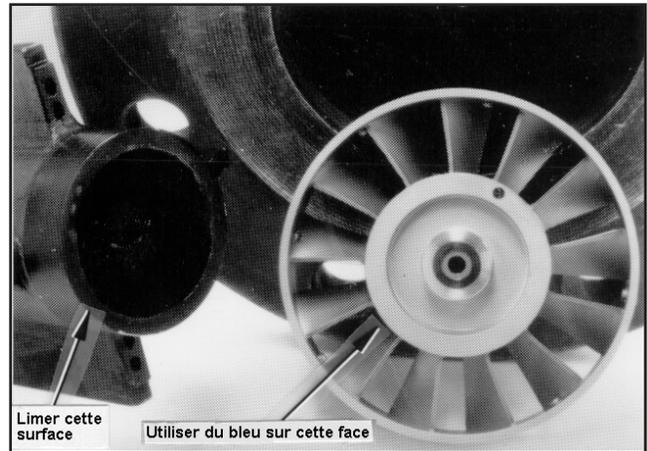

Figure 15
3. Appliquer un composant bleu ou un composant similaire sur le côté aval du moyeu du rotor correspondant l'O.D. du stator, figure 15. **Le rotor est marqué « IN » sur le côté amont du rotor.**
8. Démonter le stator aval et inspecter les marques bleues sur le moyeu. Si des marques sont détectées, ceci indique que le rotor frotte le stator, ce qui va affecter la linéarité du débitmètre. Ceci peut provenir du fait que le roulement du rotor ne fait pas saillie uniformément à 0,005 po du moyeu du rotor, ou il peut y avoir des bavures ou des piqûres saillantes sur le rotor. Vérifier d'abord le roulement du rotor et l'aligner comme décrit à la page 5, étape IIb. Si cela ne corrige pas le problème, éliminer les points élevés et les creux sur le stator, figure 15, en limant légèrement. Répéter cette inspection jusqu'à ce que le rotor tourne en douceur, puis assembler entièrement les pièces internes.